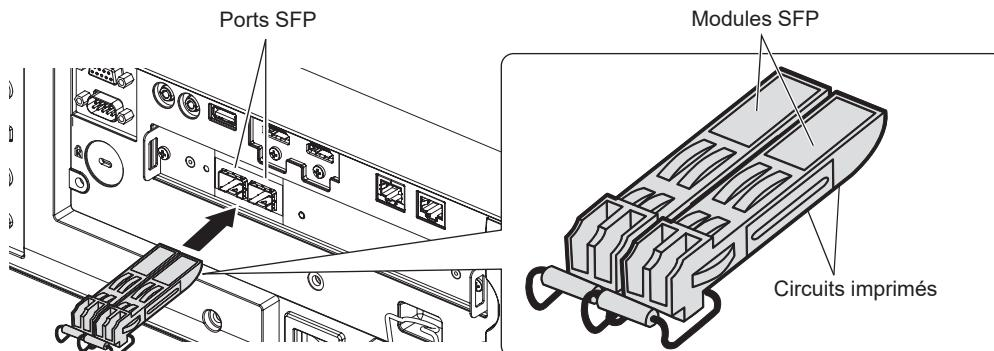

Fig. 1
2) Installez le module SFP au port SFP. (Fig. 1)